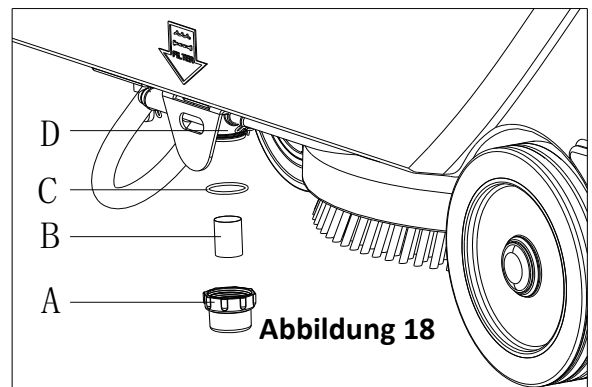

Abbildung 18
4. Entfernen Sie die Abdeckung des Lösungsmittelfilters (A, Abbildung 18), um den Filtereinsatz zu säubern (B), und stellen Sie ihn danach wieder in die Filteraufnahme (D).